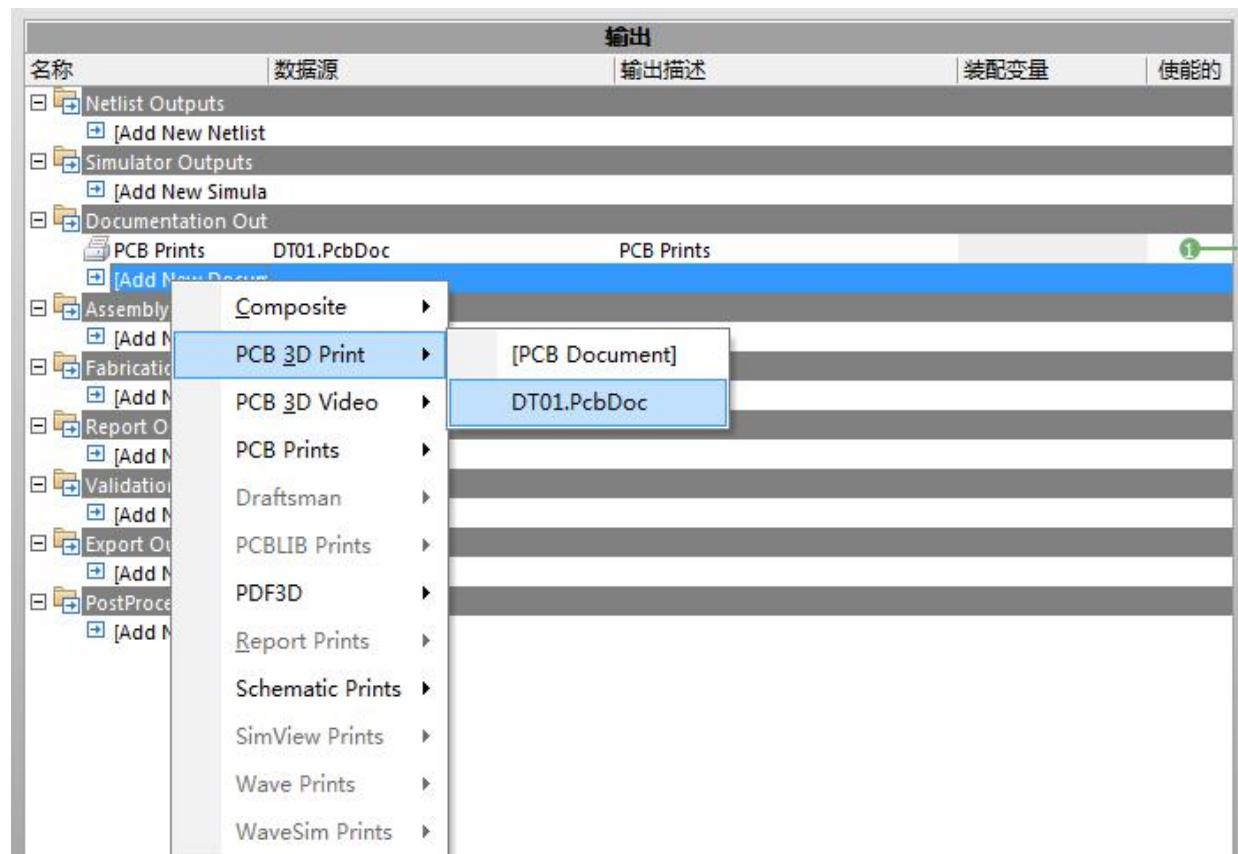

图5-28
- (1) 打开PCB设计界面。
- (2) 在AD主界面左侧的“Projects”窗口下找到并展开“Settings”。
- (3) 在展开项中找到“Output Job Files”并展开。
- (4) 双击“DT01.OutJob”。
- (5) 打开输出工作界面，如图5-28所示。
(10) 在右侧“输出容器”PDF，鼠标单击“生成内容”按钮。
(11) 在PDF浏览器中直接打开PCB 3D视图。
(12) 如图5-28界面，在浮动菜单内，执行菜单命令“PCB 3D”——>DT01.PcbDoc。